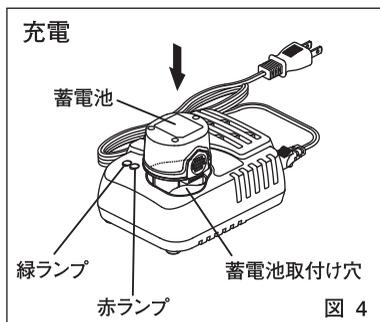

図 4
- ③ 充電器の蓄電池取付穴に蓄電池を取付けます。しっかり奥まで差し込んでください。(図4)
充電時間は約60分です。(図4)